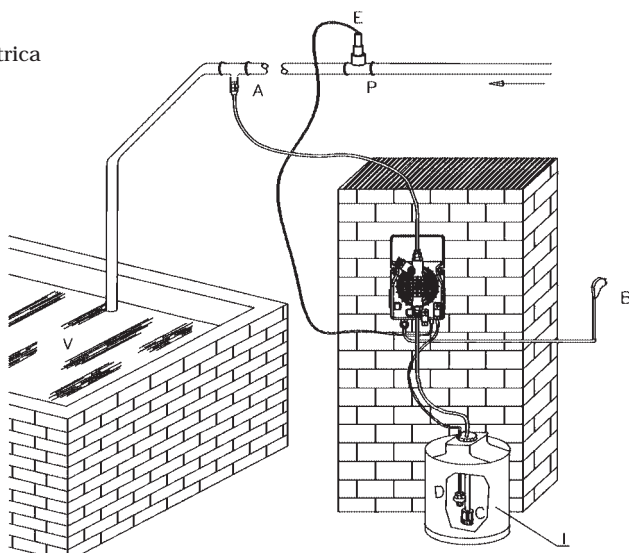

Fig. 16
7.2 - INSTALAÇÃO TÍPICA (Fig. 16)